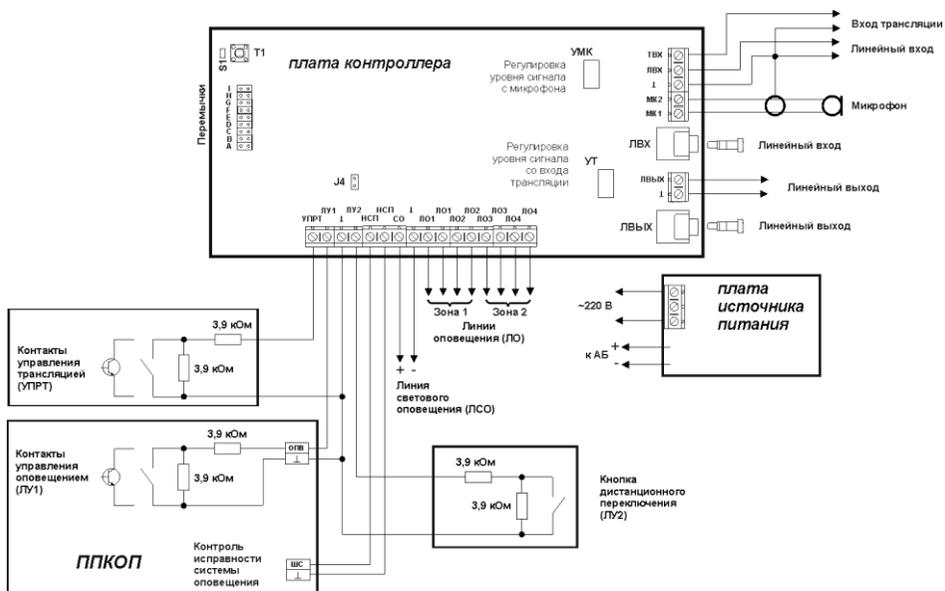

Рис. 1 Схема подключения прибора «Рокот-2»
При необходимости размещения в зоне оповещения максимального количества АС (до 20 АС-2-2 или до 8 АС-2-1) с использованием *только одной линии* оповещения допускается объединение выходов ЛО путем установки перемычки между левыми (по рис.1) клеммами выходов ЛО1 и ЛО2 (ЛО3 и ЛО4). Собственное сопротивление проводников такой ЛО должно быть не более 1,5 Ом.
- К клеммам «220В» платы прибора подсоедините кабель сетевого питания (см. рис.1). Подайте на прибор напряжение сети ~220 Вт 50 Гц.
- Снимите перемычку «А» (см. рис.1) и дождитесь прохождения проверки состояния линий оповещения (не более 20 секунд).
- в дежурном режиме работы, открыв крышку прибора, нажать кнопку Т1 на плате контроллера (см. рис.1) и удерживать до загорания индикатора S1.
Переход в тестирование системы происходит *из дежурного режима* при снятии перемычки «С» (см. рис. 1). Пока снята эта перемычка, индикатор НЕИСПР мигает зеленым, контакты выхода «Неисправность» разомкнуты.